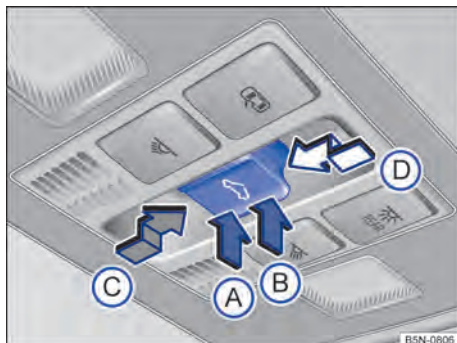

Fig. 73 No revestimento do teto: botão do teto de vidro.
O botão ☰ → Fig. 73 é de 2 níveis. No 1º nível o teto pode ser totalmente ou parcialmente levantado, aberto ou fechado.
- *Levantar o teto de vidro:* pressionar o botão na área traseira → Fig. 73 (B) até o primeiro nível. Curso automático: pressionar rapidamente o botão na área traseira (B) até o 2º nível.
- *Fechar o teto de vidro levantado:* pressionar o botão na área dianteira (A) até o 1º nível. Curso automático: pressionar o botão na área dianteira (B) até o 2º nível.
- *Parar o curso automático do processo de levantamento e fechamento:* pressionar novamente (A) ou (B).
- *Abrir teto de vidro:* pressionar para trás o botão (C) até o 1º nível. Curso automático até a posição de conforto: pressionar rapidamente para trás o botão (C) até o 2º nível.
- *Fechar o teto de vidro:* pressionar para frente o botão (D) até o 1º nível. Curso automático: pressionar rapidamente para frente o botão (C) até o 2º nível.
- *Parar o curso automático do processo de abertura e fechamento:* pressionar novamente (C) ou (D).
- *Teto de vidro*: aproximadamente cinco segundos após o acionamento do limitador de força, pressionar o botão  → Fig. 73 até o segundo o nível na direção da seta Ⓛ até que o teto de vidro esteja totalmente fechado.